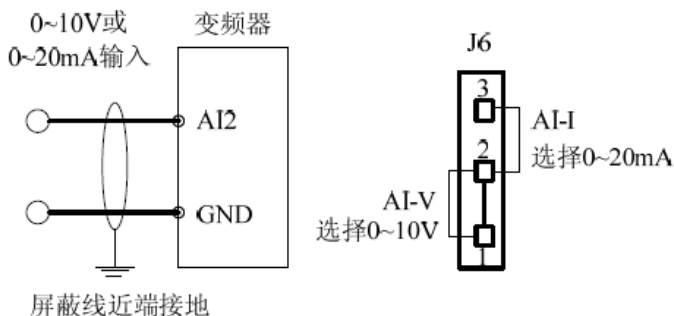

图 3-17 模拟输入端子配线图
- (1) AI1 端子修改接受模拟电压 (0~10V) 输入
- (2) AI2 端子接受模拟信号输入, J6 跳线选择输入电压 (0~10V) 或输入电流 (0~20mA)。端子接线方式如图 3-17: